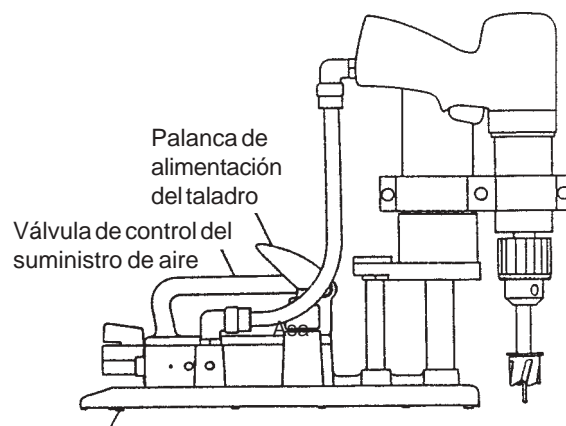

Figura 6
10. Para taladrar con precisión en el lugar deseado, presione la palanca de alimentación del taladro con el pulgar izquierdo hasta que el taladro alcance su recorrido completo, como se ve en la figura 6. Coloque el centro del punto de corte en la marca realizada con el punzón. Mantenga la ventosa en vacío a una distancia o nivel uniforme con la superficie de trabajo y aminore lentamente la presión del pulgar izquierdo en la palanca de alimentación del taladro hasta que la ventosa quede de manera uniforme en la superficie de trabajo. Presione con firmeza la ventosa en vacío contra la superficie de trabajo para que tenga efecto el cierre hermético.